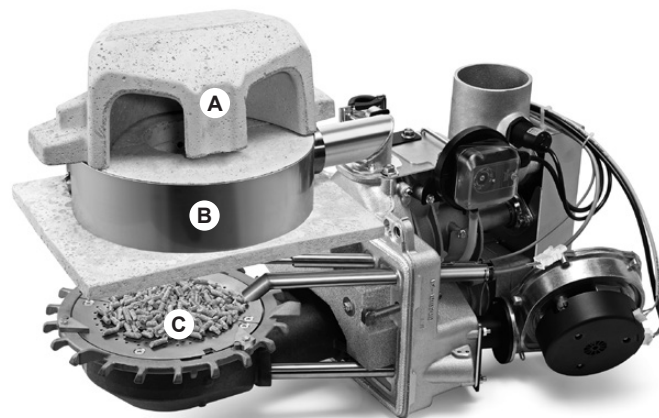

Fig. 10
4. Nettoyez la bague de post-combustion (B, Fig. 10) avec les buses d'air et contrôlez l'étanchéité pour le tuyau d'air secondaire.
5. Nettoyez le séparateur de poussière (A, Fig. 10).